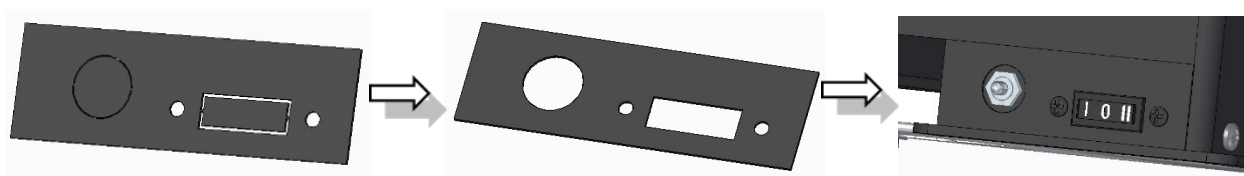

Figure 54 – Fixation du micro-interrupteur et bouton On-Off
c. Enfin, vous devez placer le micro-interrupteur et le bouton On-Off à sa place, comme le montre la Figure 54, vous devez d'abord casser les micro-joints de la plaque qui se trouve dans l'équipement, dans le coin inférieur droit pour fixer les composants.